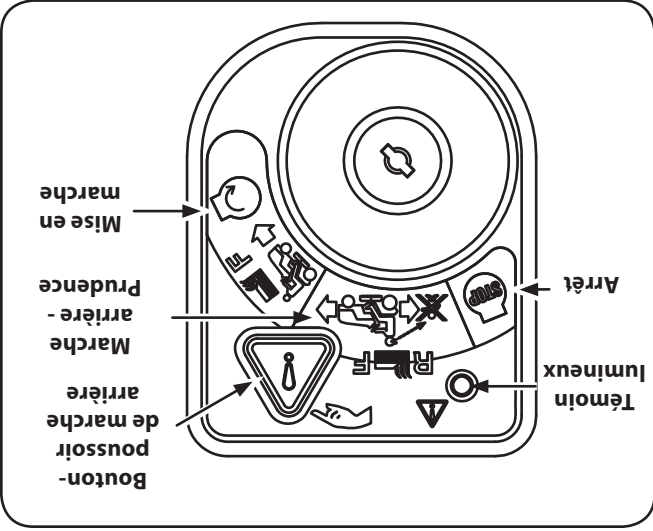

Figure 5-3
3. Appuyez sur le BOUTON-POUSSOIR DE MARCHÉ ARRIÈRE (Bouton triangulaire orange) dans le coin supérieur droit du module d'allumage. Le témoin lumineux rouge dans le coin supérieur gauche s'allume quand la marche arrière est embrayée. Voir la Figure 5-3.
- 2. Déplacez la clé de la position « NORMAL MOWING » (Verte) (Tonte normale) à la position « REVERSE CAUTION MODE » (Jaune) (Marche arrière - Prudence). Voir la Figure 5-3.